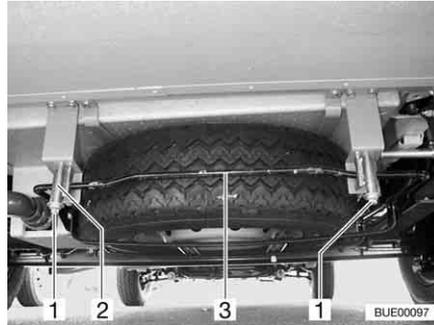

Fig. 277 Soporte para rueda de repuesto (cesto de alojamiento)
- Aflojar las tuercas (Fig. 277,1) de los ganchos izquierdo y derecho (Fig. 277,2) del soporte de la rueda de repuesto.
- Presionar estribo (Fig. 277,3) un poco hacia arriba. Al mismo tiempo tirar el gancho hacia abajo y desenganchar el estribo.